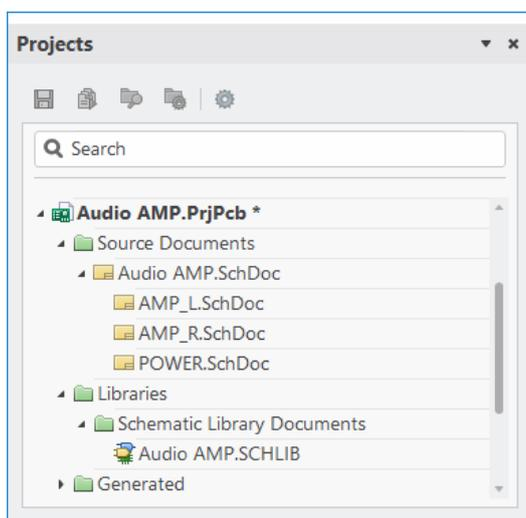

图 5-36 生成工程原理图库
(4) 单击 按钮确认，则系统自动切换到原理图库文件编辑环境中。在【SCH Library】面板上，列出了所生成的原理图库中的全部库元件及相应信息。
(5) 打开【Projects】面板，可以看到，工程 Audio AMP.PrjPcb 下的 Schematic Library Documents 文件夹中，已经存放了生成的原理图库 Audio AMP.SCHLIB，如图 5-36 所示。